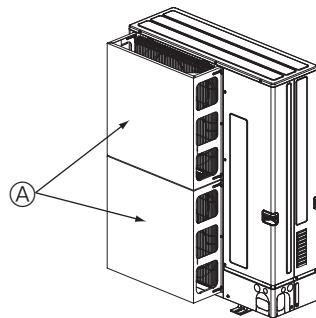

Fig. 2-4
- ② Zainstalować opcjonalną kierownicę powietrza w przypadku, gdy jednostka zewnętrzna jest zainstalowana w miejscu, w którym silny wiatr, np. tajfun, może bezpośrednio działać na wylot powietrza. (Fig. 2-4)